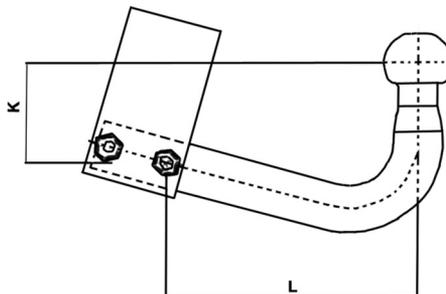

Abb. 2
5. Ermittlung des D-Wertes, die die Anhängerkupplung am Fahrzeug mindestens aufweisen muss. Der zulässige D-Wert der Anhängerkupplung muss gleichgroß oder größer sein als der ermittelte D-Wert aus der Tabelle auf Seite 10. Dazu müssen die Maße K und L von der Anhängerkupplung abgenommen werden (Messen der vertikalen Höhe K und der horizontalen Länge L wie in der unten stehenden Abb.2 gezeigt).